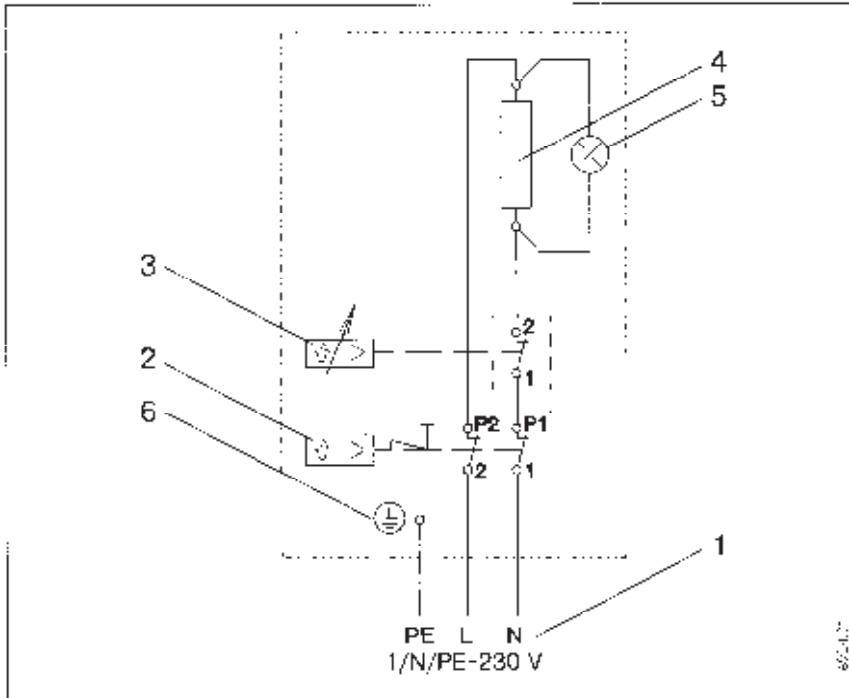

Fig. 6 / Rys. 6 / 6. ábra / Рис. 6
Electrical connection (see Fig. 6) is only to be established by a qualified installer, in accordance with these instructions.
(patrz rysunek 6)
Электродоключение (см.рис.6)**Электродоключение может осуществляться только квалифицированным специалистом в соответствии с данной инструкцией.**
- w przypadku zadziałania ogranicznika temperatury bezpieczeństwa (rysunek 6, pozycja 2) należy wymienić regulator (rysunek 6, pozycja 3) uaktywnić ponownie ogranicznik temperatury bezpieczeństwa poprzez wciśnięcie przycisku odblokowującego.
- В случае, если сработал предохранительный температурный ограничитель (рис. 6, поз. 2), необходимо проверить и в случае неисправности заменить регулятор температуры (рис. 6, поз. 3). Предохранительный ограничитель температуры привести в прежнее положение путем нажатия кнопки возврата под защитной крышкой прибора. Регулярно проверять работу предохранительного клапана.